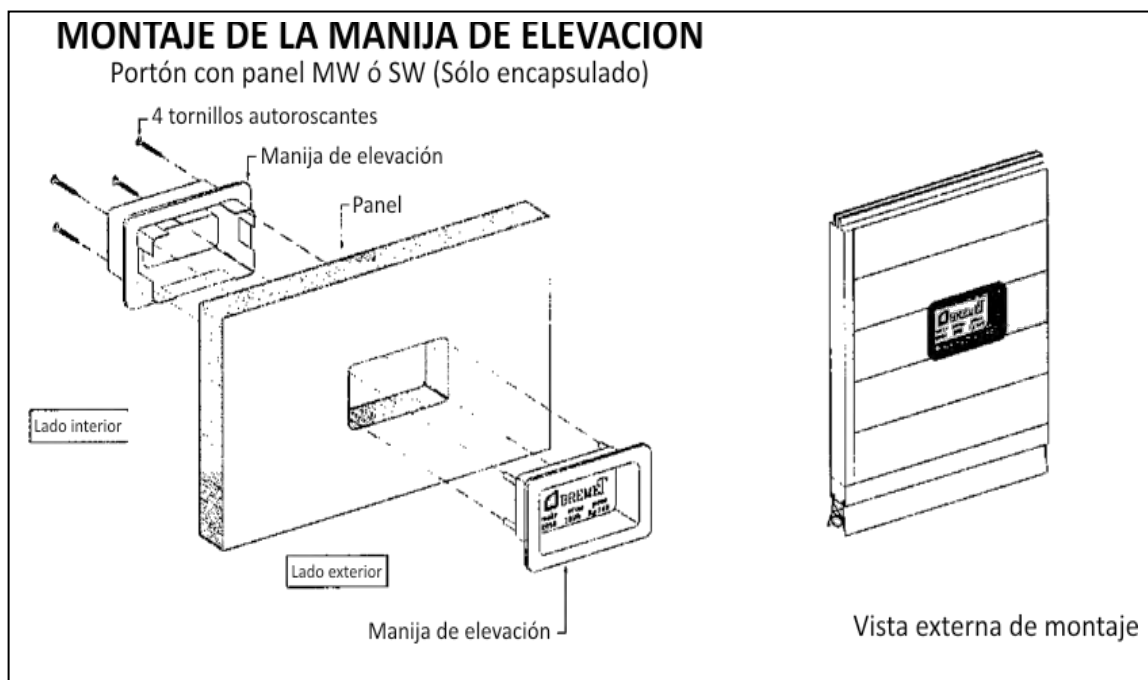

Fig. 8A Montaje manija de levantamiento
- Montar en la perforación fresada, la manija con la parte sobresaliente hacia el interior del portón, fijándola con los 4 tornillos suministrados (Fig. 8A)
- Acercar la manija en PVC sobre el panel de base en la posición deseada (se aconseja central si el portón es motorizado, a la derecha vista interna si es manual); señalar los ejes de los tornillos y perforar con broca Ø 10 mm. Montar la manija con los 4 tornillos suministrados (Fig. 8A)
- Montar el cerrojo interno aproximándolo a la derecha vista interna del 2° panel desde la parte baja, trazando antes los ejes de los tornillos y perforar con broca Ø 4.75 mm. Montar la cerradura con 4 tornillos de 1/4" X 1 1/2" teniendo el portón completamente cerrado. Señalar los ejes en los cuales el vástago del cerrojo atraviesa el ángulo vertical. Realizar un barreno que tenga un diámetro adecuado (Fig. 8A)
- En caso de un portón de accionamiento manual, para enganchar la cuerda en nylon al remate lateral del panel base, realizar un orificio de Ø 4.75 mm, insertar un tornillo 1/4" X 1 1/2" con la unión para cuerda y amordazar para la fijación del nylon (Fig. 8A)